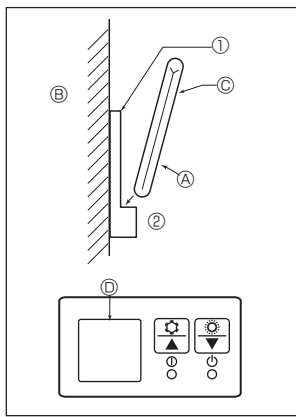

Fig. 6-7
2) Méthode d'installation (Fig. 6-7)
- ① Attachez le support de la télécommande à l'endroit voulu à l'aide de 2 vis à taraud.
- ② Mettez la partie inférieure de la télécommande dans le support.